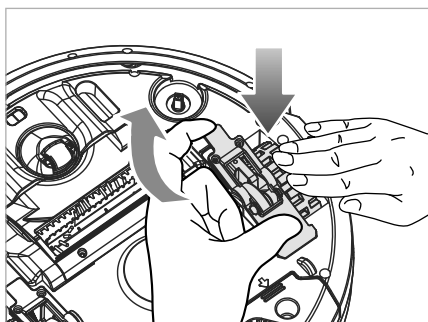

Abb. 20
- 2) Drücken Sie das Rad **20/34** nach unten und lösen Sie die Feder von der Radabdeckung **19/35** und von der Radhalterung. Entfernen Sie die Radabdeckung **19/35** vom Gerät (siehe Abb. 20).